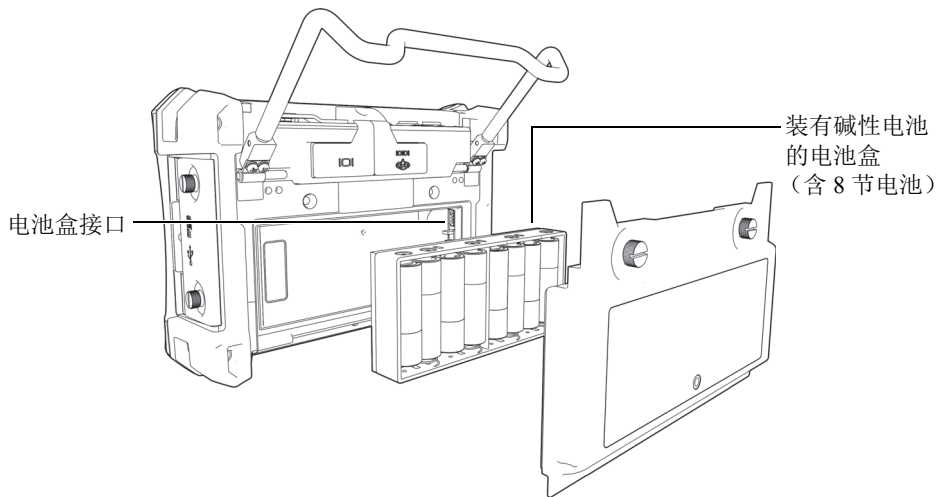

图 1-12 碱性电池盒
6. 将碱性电池盒放置于电池舱中（参见第 23 页的图 1-12）。